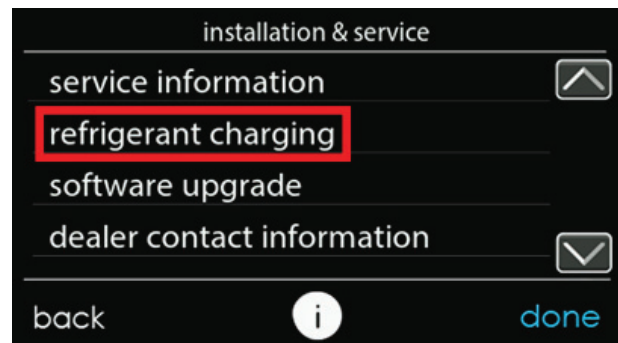

Fig. 12 – Sélectionner la charge de frigorigène
- Accédez à la zone de service en appuyant sur le bouton MENU à partir de l'écran principal (voir la Fig. 11). Défilez jusqu'à l'icône d'entretien et maintenez-la jusqu'à ce qu'elle devienne verte. Une fois dans le menu d'installation et d'entretien, sélectionnez la charge de frigorigène (voir la Fig. 12).
2. Dans le menu « installation and service » (installation et entretien) de l'interface utilisateur (voir la Fig. 11), allez à « refrigerant charging » (charge de frigorigène) puis à « évacuation » (évacuation) (voir la Fig. 12 et la Fig. 13).